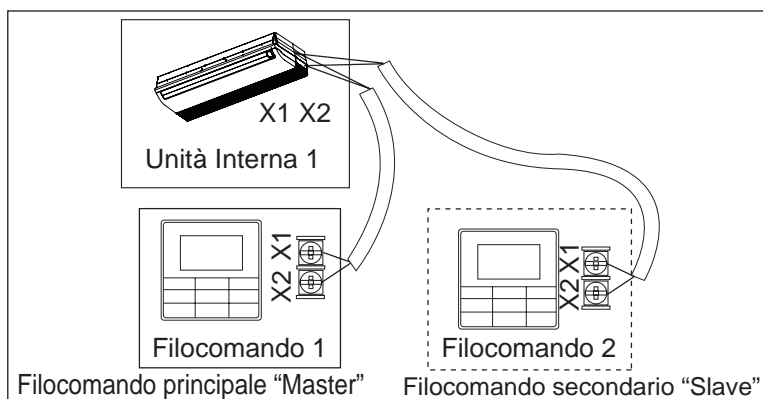

Fig. 6.7
- Utilizzare 1 Filocomando per il controllo di 1 Unità Interna, oppure 2 Filocomandi (1 principale "Master" e 1 secondario "Slave") per il controllo di 1 Unità Interna (vedi Fig. 6.7).